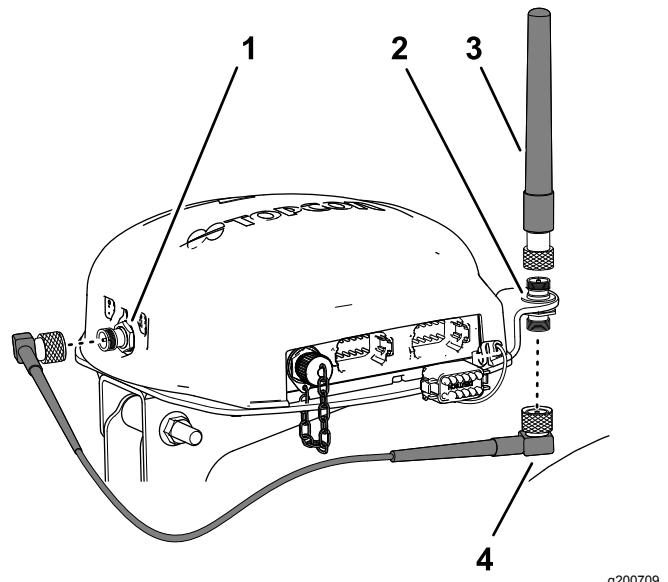

图160
3. 将 RTK 天线组装到同轴耦合器的上接头然后用手拧紧天线的滚花螺母 图160。
4. 将天线电缆松松地安装到同轴耦合器的下接头 图160。
5. 将电缆绕过导航接收器的后部连接到 CDMA 或 GSM 蜂窝调制解调器的同轴连接器上 图160。
6. 将天线电缆连接到 CDMA 或 GSM 蜂窝调制解调器的同轴连接器上 图160。